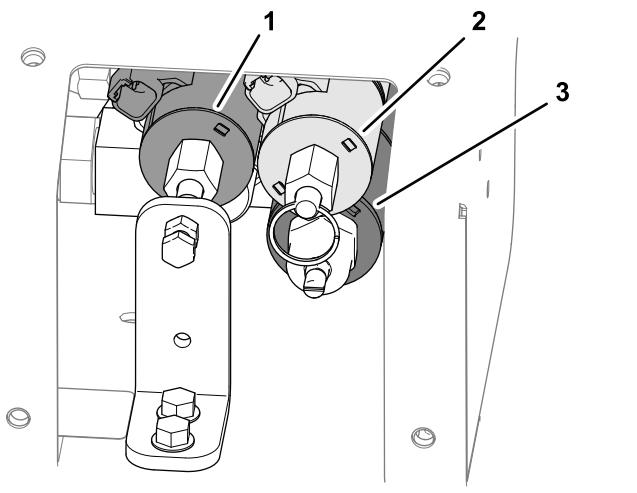

Рисунок 29
- Найдите 3 гидрораспределителя (Рисунок 29).